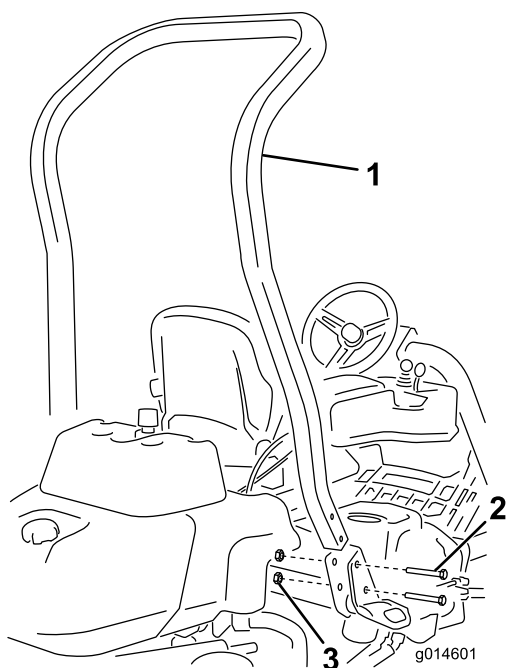

Figura 3
3. Installate il roll bar nelle tasche su ciascun lato della macchina, utilizzando 4 bulloni ($\frac{1}{2}$ " x $3\frac{3}{4}$ ") e 4 dadi flangiati ($\frac{1}{2}$ ") come illustrato nella Figura 3.